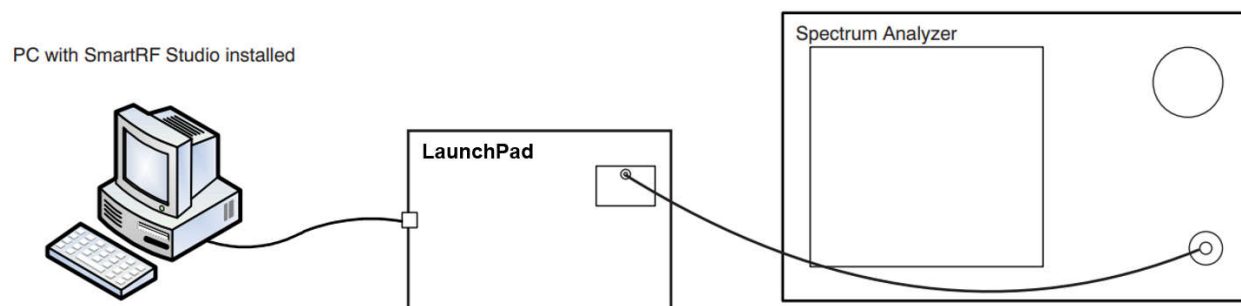
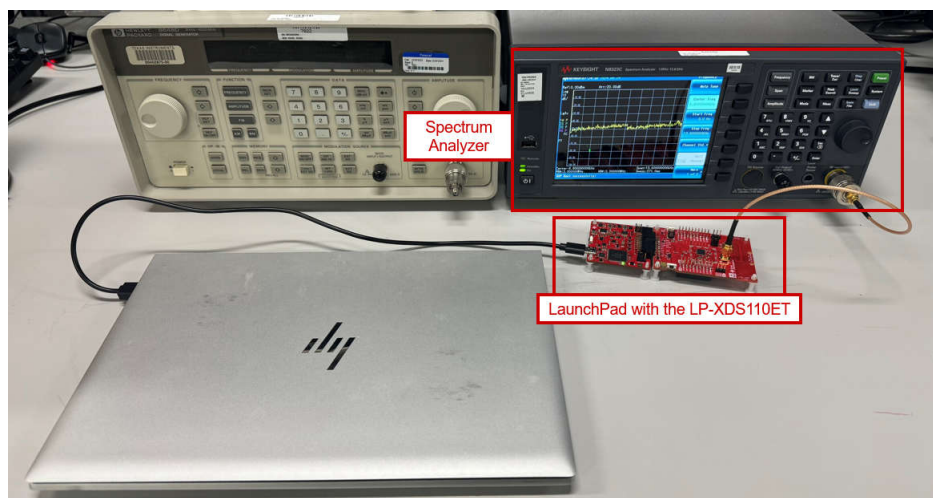

図 7-17. スプリアス放射テスト設定図
図 7-18. スプリアス放射テスト ベンチの設定
テスト条件: 図 7-17 に、スプリアス放射テスト設定のセットアップを示します。
- ステップ 1: 図 7-17 および 図 7-18 に示すように、機器を接続します。